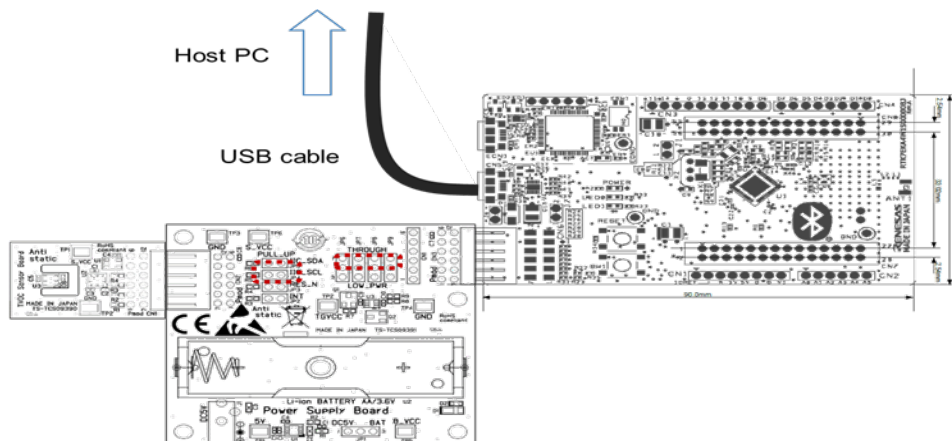

図 5-1 USB 給電による接続
- 図 5-1 USB 給電による接続により、EK-RA4W1 とセンサボード及び電源ボードを接続します。